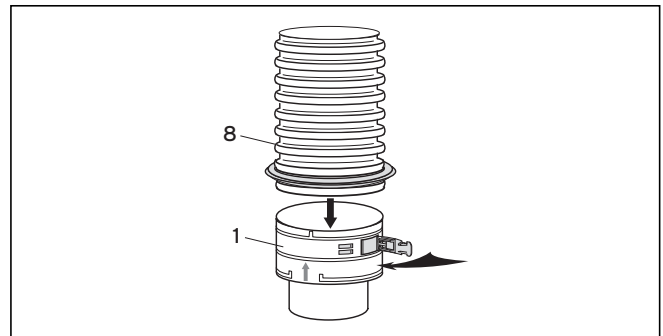

Рис. 5.26 Вставной элемент с гибким дымоходом
- Вставьте нижний конец дымохода (8) до упора во вставной элемент (1) и закрепите его защелками (см. рис. 5.26).